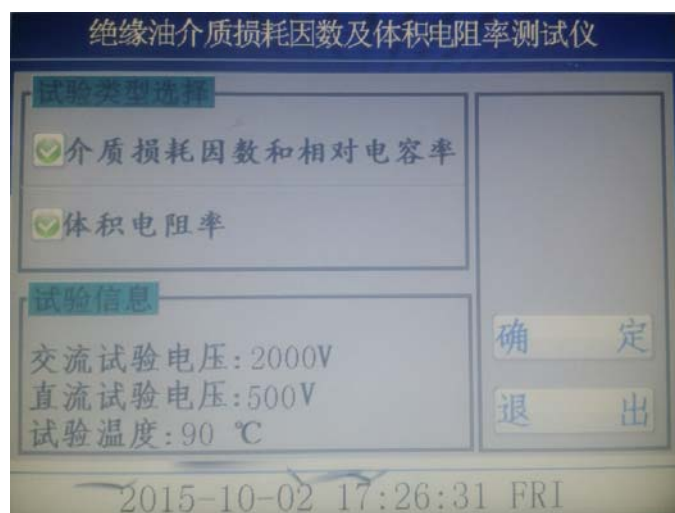
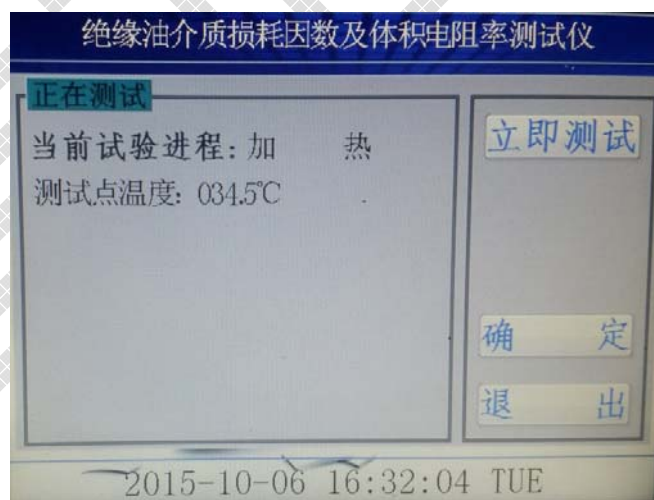

图 6
图 7
5、在图 3 界面下，点击空杯测试进入图 6，空杯测试主要是对油杯注油前的干净程度和装配进行验证，可以选择介质损耗因数和相对电容率及体积电阻率，点击测试项目前面的光标即可选择测试还是不测试。空杯介损
值越小越好，在图 6 中选择完测试项目后点击确定后即可进入图 7，图 7 中设备可以在设定的 90℃进行测量，也可以点击立即测试，在当时温度下测量。
杯壁缓缓注入), 油样注入后, 再将油杯的内电极慢慢的放到位。(动作要慢一些, 防止动作太快, 排气不及时, 使油样溢出), 接好测量信号线和温度信号线, 点击图 3 中的自动测试, 进入图 6 界面和图 7 界面, 一般测油是都按照规程 90℃测量, 同样也可以选择立即测试, 在当前温度下测量。